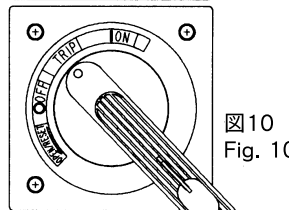

図10 Fig. 10
- FAB、ELBが自動遮断した場合は、ほぼTRIPの位置を指します。(図10)
- If FAB or ELB are automatically interrupted, the handle almost indicates TRIP. (Fig. 10)